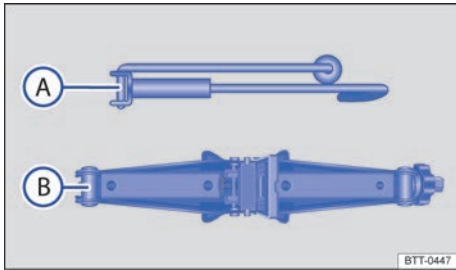

Fig. 320 Piezas del gato de tijera.
5. Afloje los tornillos de la rueda que haya que cambiar → pág. 426. Enganche la manivela → fig. 320 (A) en el gato de tijera (B).